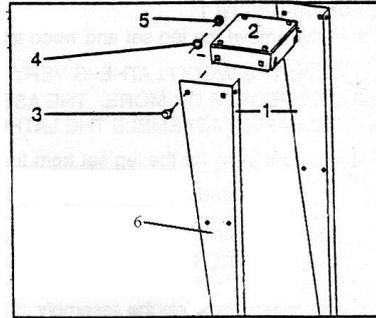

Abb. 8: Montage des Maschinengestells
**Schritt 1:** Schrauben Sie die Gestellfüße (Pos.1, Abb.8) mit jeweils 3 Flachrundschraben M8x12 (Pos.3, Abb. 8) und den dazugehörigen Unterscheiben (Pos.4, Abb.8) und Muttern (Pos.5, Abb.8) am Haltewinkel (Pos.2, Abb.8) fest.
**Schritt 2:** Befestigen Sie die Werkzeugablage an der vorgesehenen Position (Pos.6, Abb.8) mit insgesamt 8 Flachrundschraben M8x12, Unterscheiben und Muttern.